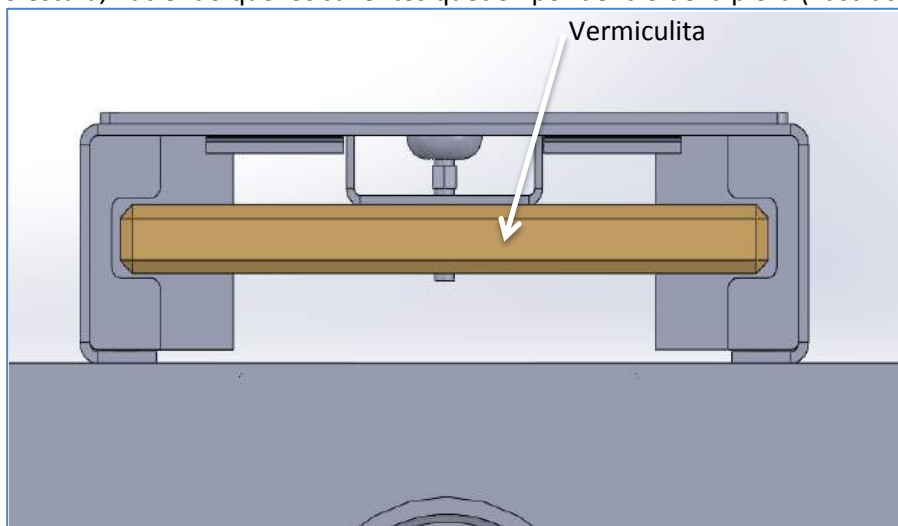

Ilustración 9. Colocación vermiculita
- 6) Colocada y fijada la estufa correctamente, desembalamos la Pieza Nº 6, y la colocamos dentro de la Pieza Nº 4, haciéndola pasar entre las ranuras de la pieza Nº 7 dejándola centrada, realizada esta operación colocamos la Pieza Nº 5 sobre la parte superior del apoyo estufa, haciendo que los salientes queden por dentro de la pieza (Ilustración 9)